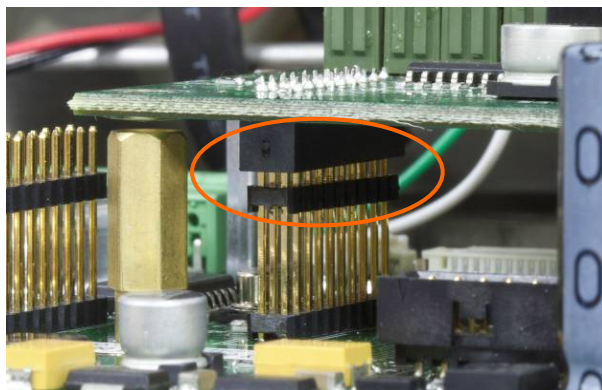

Figure 5-21 : Alignement des broches de la carte en option
2. Appuyez avec précaution sur la carte en option pour que toutes les broches du connecteur de la carte principale s'engagent dans le support de la partie inférieure de la carte en option. Si l'installation est correcte, chaque broche s'insérera dans l'orifice correspondant du connecteur. Reportez-vous à la Figure 5-21.